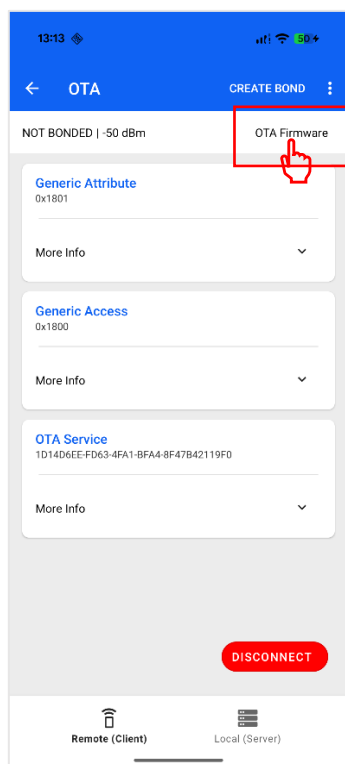

Рис. 8.4 OTA Firmware
- 5) Нажмите «**Connect**» для подключения к приемнику. Появится следующее окно. (рис. 8.4).